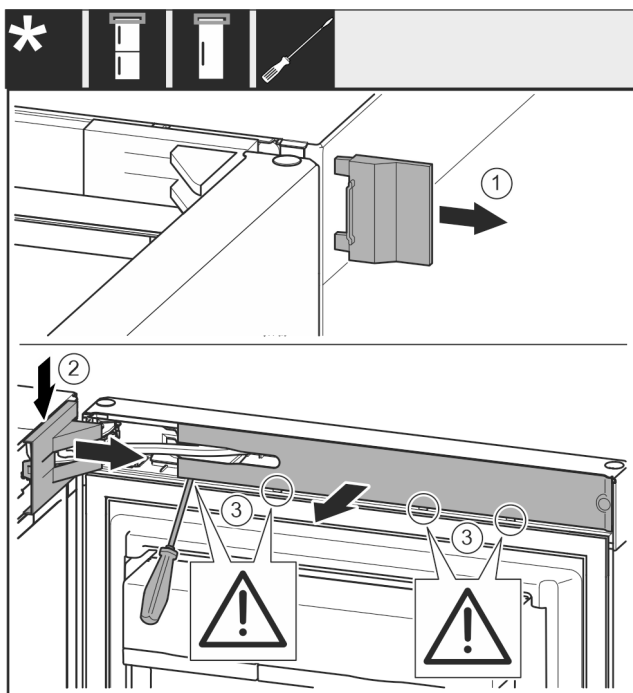

Fig. 8
▶ Vegye le a külső fedelet. Fig. 8 (1)
▶ Pattintsa ki és oldja ki a csapágybak fedelét. Vegye le a csapágybak fedelét. Fig. 8 (2)
▶ Pattintsa ki a takarólemezt lapos csavarhúzóval, és fordítsa oldalra. Fig. 8 (3)